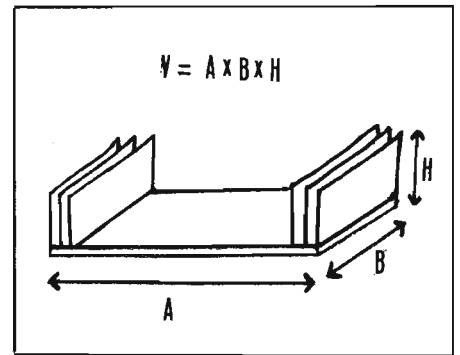

Figura 6 - Esempio di calcolo del volume di dissipazione utile d'un dissipatore di calore.
2) Dal valore caratteristico del dissipatore dobbiamo ora risalire alle sue dimensioni geometriche. Per far questo, è necessario ricorrere al grafico riportato in figura 5, cercando sulle ascisse la resistenza termica ottenuta e leggendo sulle ordinate il valore corrispondente alla retta di potenza più vicina, nel nostro caso 10 W. Nel nostro esempio, otterremo da $R_{sa} = 1,8^\circ\text{C/W}$ 200 cm^3 . Questo significa che il nostro dissipatore deve avere un valore di volume utile V (vedi figura 6) minimo di 200 cm^3 . E' bene cautelarsi da possibili deviazioni di caratteristiche del triac aggiungendo un 10% al valore trovato, per cui $V = 220 \text{ cm}^3$.